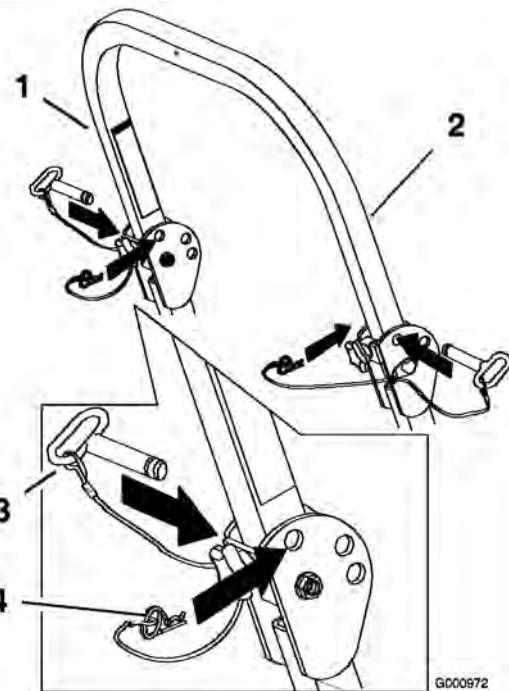

Figure 6
- Retirez les goupilles fendues puis les deux axes (Figure 6).
- Posez les deux axes et fixez-les avec les goupilles fendues (Figure 6).
- Pour relever l'arceau de sécurité, retirez les goupilles fendues puis les deux axes (Figure 6).
- Relevez complètement l'arceau de sécurité puis insérez les deux axes et fixez ces derniers avec les goupilles fendues (Figure 6).